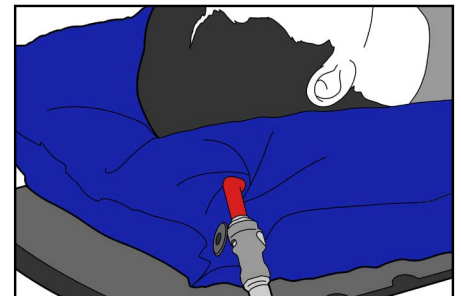

Fig. 9
3. Coloque al paciente sobre el colchón y empiece a aplicar el vacío de aire. Conforme el colchón alrededor del paciente según sea necesario. El colchón debe estar relativamente duro, aunque aún debe poderse moldear (Fig. 9).